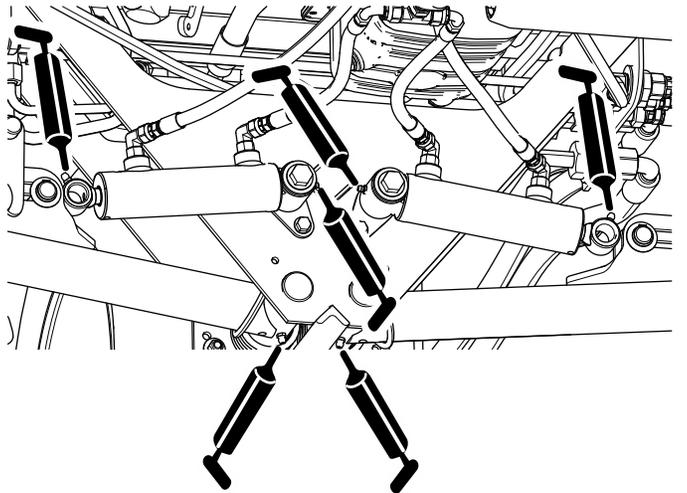

図 47
- 後昇降アームのピボットと昇降シリンダ各3ヶ所 図 47を参照。